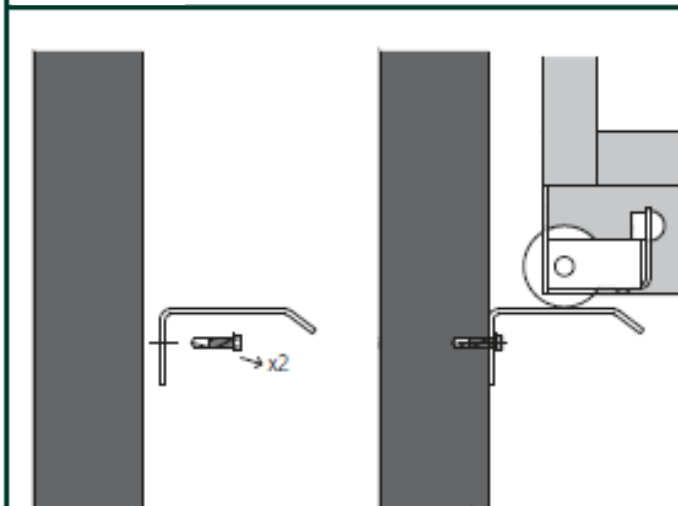

Abb. 7
2. Nachdem Sie die richtige Position ermittelt haben, schrauben Sie die Rampe mittels 2 Bohrschrauben fest Abb. 7.